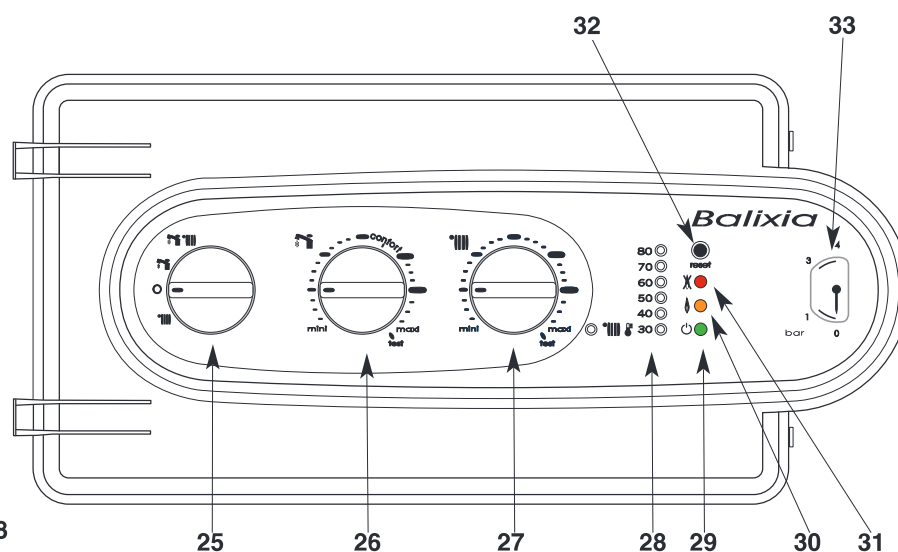

Fig. 18
- Placez le commutateur **25** (fig. 18) en position «  » voyant vert **29** allumé ; le voyant orange **30** (fig. 18) s'allume chaque fois que le brûleur entre en fonction. Pendant un puisage sanitaire, la fonction chauffage est interrompue.
Le bouton de réglage du chauffage **27** «  » (fig. 18) donne la possibilité d'ajuster la température de l'eau du circuit de chauffage en fonction des besoins saisonniers.
L'indicateur **28**  (fig. 18) affiche cette température.
- Placez le commutateur **25** (fig. 18) en position «  » voyant vert **29** allumé.
- Placez le commutateur **25** en position « **O** » le voyant vert **29** (fig. 18) reste allumé. Les fonctions hors gel de la chaudière restent actives. Dégommage de pompe et de vanne distributrice.
*Ne pas oublier de le rouvrir en début de saison de chauffage, lorsque l'on replace le commutateur **25** (fig. 18) en position «  ».*